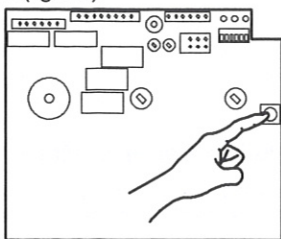

fig. 7.4
- 2 Premere il pulsante sulla scheda pannello, questo esclude le funzioni secondarie della caldaia (fig. 7.4).